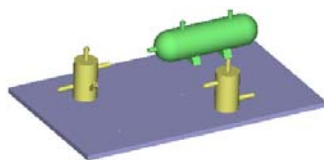

图 11.10.2 装配体
Step1. 打开文件 D:\sw15\work\ch11.10\piping_model.SLDASM, 如图 11.10.2 所示。